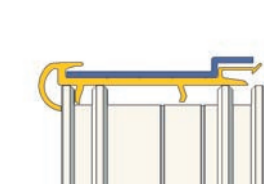

Bild 19
Schritt 1: Positionieren Sie das Statikprofil in der Länge zentriert auf dem Anschlussprofil und verschrauben Sie beides mit dem Blendrahmen durch die vorgesehenen Schraublöcher. Achtung: Die Verschraubung muss in die Blendrahmenverstärkung erfolgen (Bild 19 - 21).